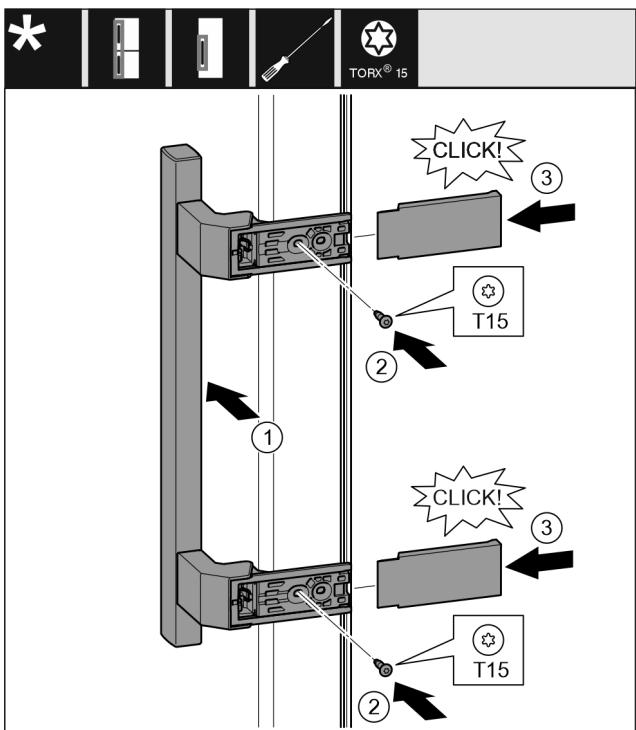

Fig. 12
- Встановіть ручку з протилежного боку. Fig. 12 (1)
- За допомогою викрутки T15 закрутіть гвинти. Fig. 12 (2)
- Встановіть збоку кришки і посуньте їх. Fig. 12 (3)